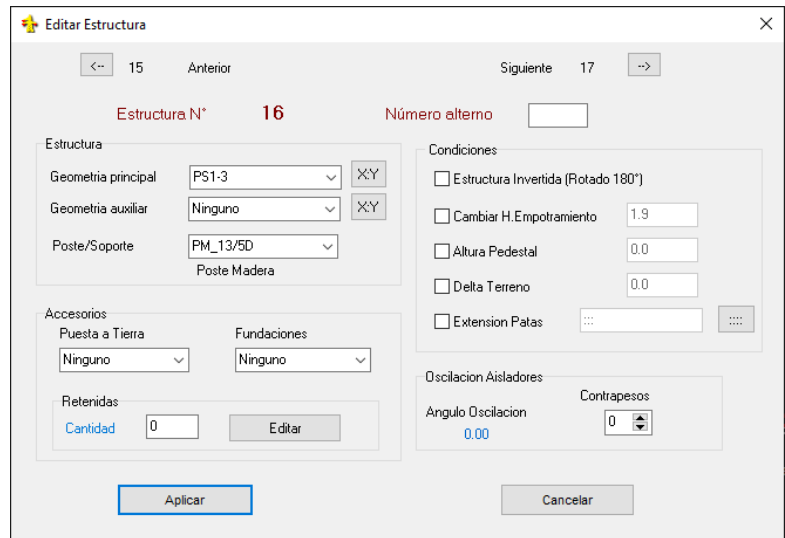

Fig. 9.1
- b) Con la función activada, hacer clic con el botón izquierdo del mouse, sobre la estructura que se desea editar. Aparecerá la ventana que se muestra en la Fig. 9.1.